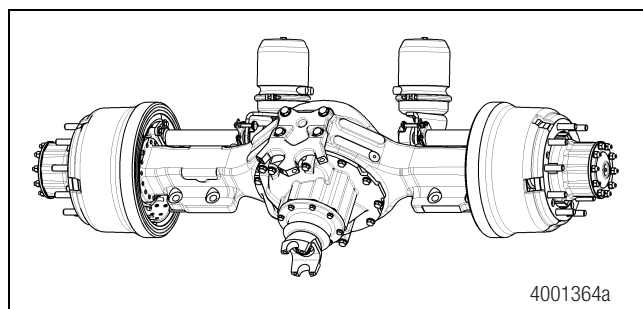

Figure 2.3
- Des supports de bielle de réaction sont boulonnés sur le carter de pont. Figure 2.3.